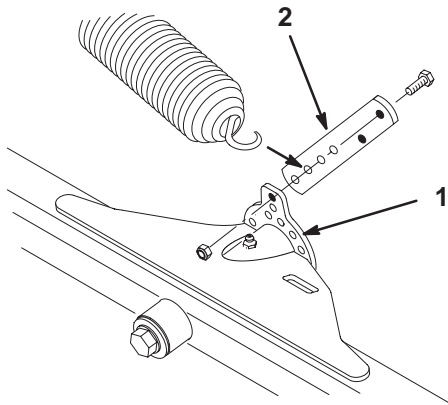

Figura 15
1. Monte um fixador de mola no lado interior traseiro da patilha regulação de cada unidade de corte dianteira com 2 parafusos (1/4 x 3/4 pol.) e porcas de freio, conforme Figura 15.